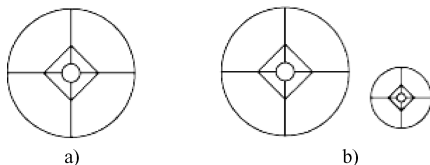

图5-40 复制缩放
(2) 可以用拖动鼠标的方法缩放对象。选择对象并指定基点后, 从基点到当前光标位置会出现一条连线, 线段的长度即为比例大小。拖动鼠标, 选择的对象会动态地随着该连线长度的变化而缩放, 按〈Enter〉键确认缩放操作。
(3) 选择“复制(C)”选项时, 可以复制缩放对象, 即缩放对象时保留源对象, 如图5-40所示。